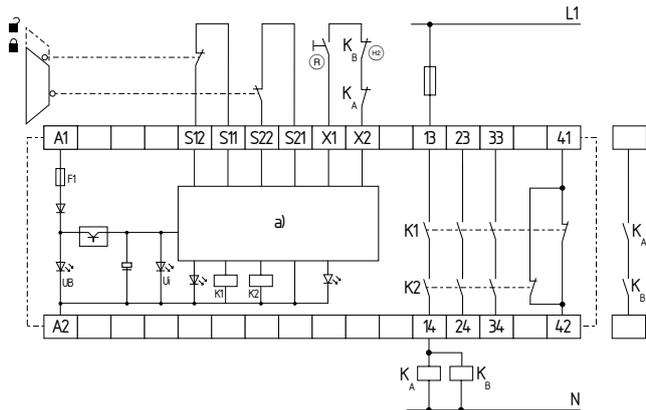

Fig.2
Controlo de dois canais, representado no exemplo de uma monitorização de porta de proteção com dois interruptores de posição, sendo um contacto de abertura forçada; com botão externo de Reset (R) (ver Fig. 2)
- (HC) = Circuito de retorno